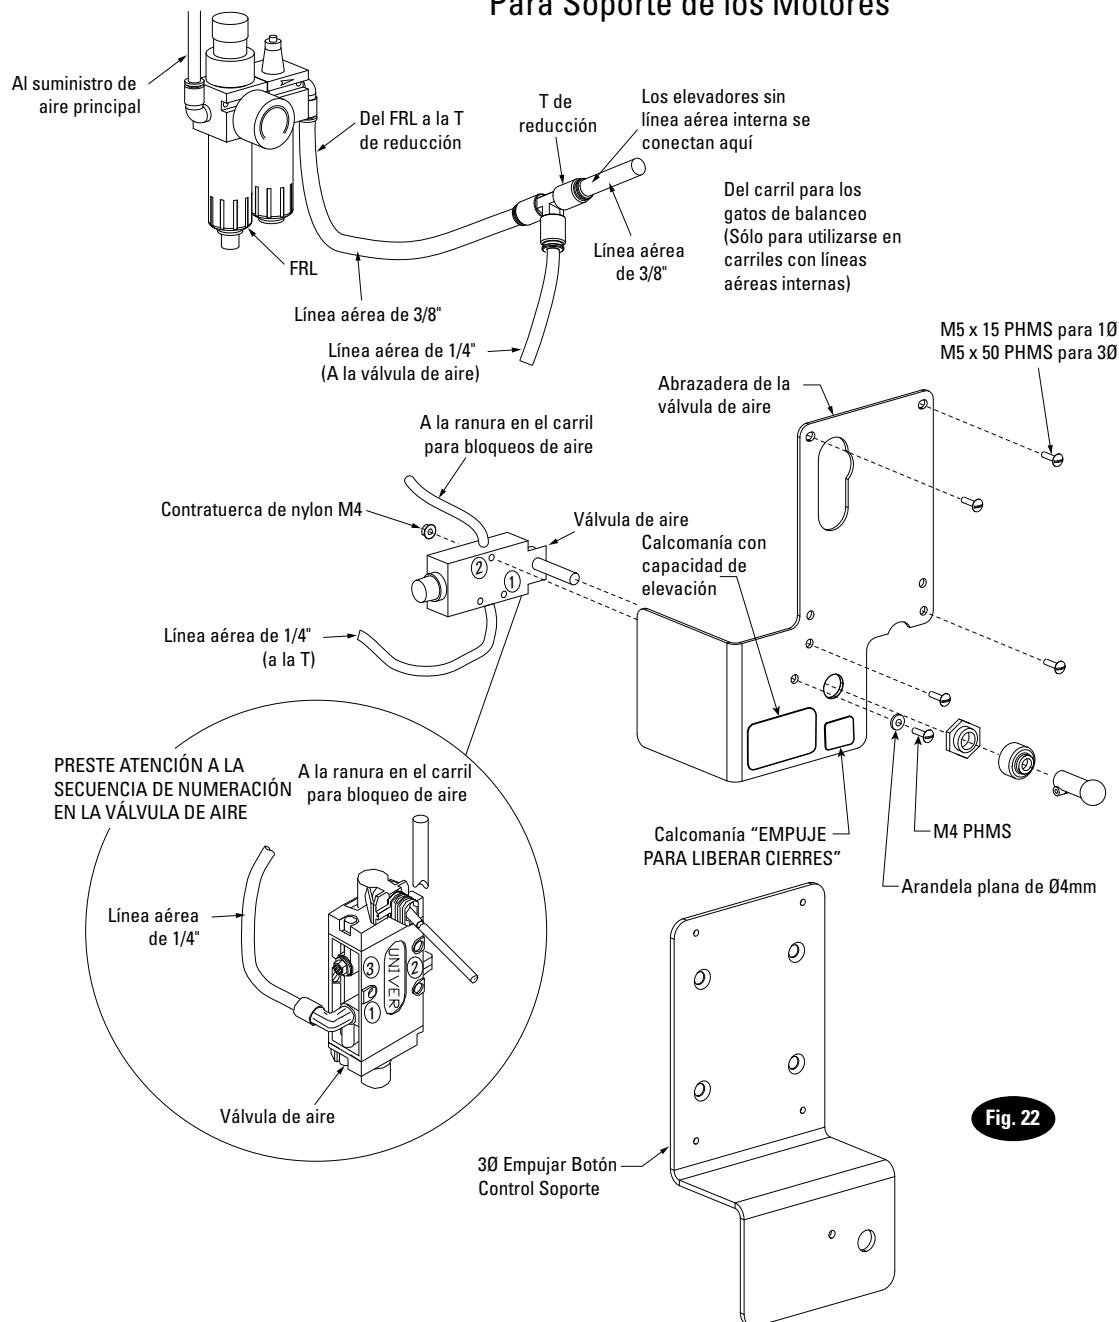
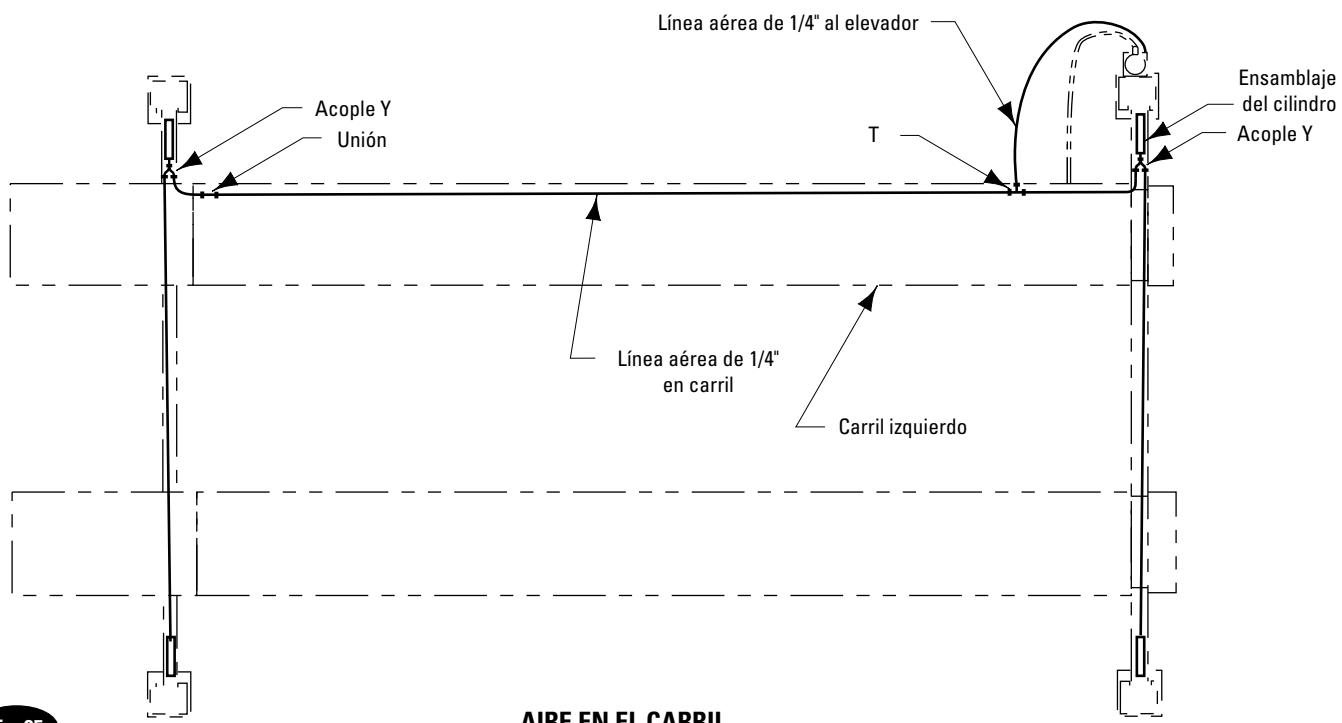

Fig. 22
Fig. 25
- D. Pase la manguera hidráulica del carril a través de la ranura al lado del codo del carril, Fig. 22. NO utilice cinta Teflón en las conexiones de la manguera hidráulica. Limpie el codo y la manguera. Inspeccione todas las roscas para ver si están dañadas y los extremos de las mangueras para asegurarse de que estén prensados. Una la manguera al codo utilizando el Procedimiento de Ajuste de Accesorios de Montaje.
- B. Pase 3/8" de la línea aérea desde la fuente principal de aire de la instalación al FRL. Coloque una línea de aire de 3/8" desde el FRL hasta la Tee reductora, Fig. 22.
- C. Conecte la válvula de aire a la T de Reducción, Fig. 22. Corte la tubería de 1/4" de la línea neumática con una hoja afilada a la longitud requerida. La tubería debe cortarse a escuadra y sin rebabas.
- D. Una la válvula de aire al soporte aéreo (or 3Ø Push Button Control Bracket when used), Fig. 22.
Retire la calcomanía de advertencia del motor de la tapa del motor. Quite los tornillos de la cubierta del motor. Coloque el soporte de la válvula aérea en la cima de la cubierta del motor de manera que el interruptor de elevación sobresalga a través del orificio en el soporte de la válvula aérea. Monte el soporte de la válvula aérea y la cubierta del motor con la monofásica existente (4) M5 x 50 PHMS tornillos de la cubierta del motor, Fig. 22.
**F. Coloque la etiqueta adjunta NP280 ("PRESIONE PARA LIBERAR LOS SEGUROS") y NP864 (CAPACIDAD DE ELEVACIÓN) debajo del botón en el soporte de la válvula aérea, Fig. 22. Pase  $\frac{1}{4}$ " de la línea aérea desde la válvula aérea hacia la ranura en el carril fijo. Corte la línea aérea y una una T, Fig. 25, 22.**
**G. Pase  $\frac{1}{4}$ " de línea aérea desde la T en el yugo frontal a través de la salida de aire en la válvula de aire, Fig. 22, y Fig. 25.**
**H. Si el elevador tiene aire interno, quite el enchufe de la T de reducción y conecte la línea de la bobina de  $\frac{3}{8}$ " dentro del carril, Fig. 22.**